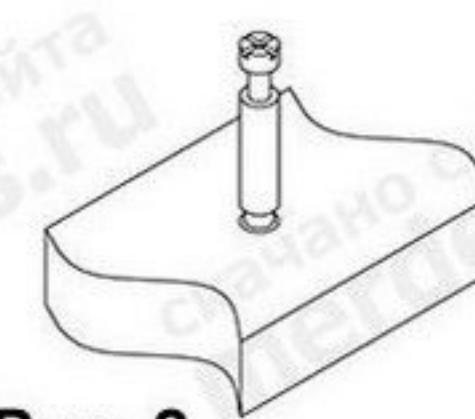

Рис. 2
2. Перевернуть столешницу 7 и прикрутить опоры (15) саморезами (17). Закрутить в пластиковые муфты дюбеля стяжек-растекс (4) (см. рис.2). Соединить столешницу (7) с тумбой. Фиксацию стяжек-растекс произвести путем поворота их по часовой стрелке